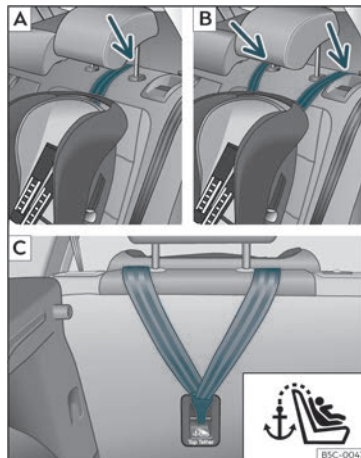
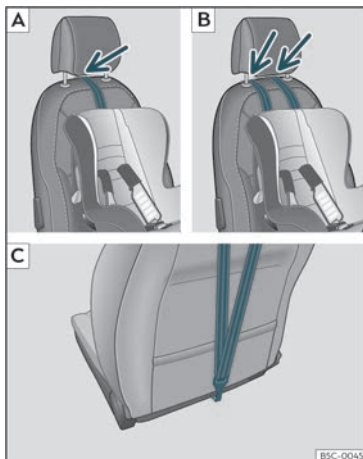

Fig. 29 Bancos traseiros: ajuste e montagem em função do cinto Top Tether.
Fig. 30 Banco dianteiro do passageiro: ajuste e montagem em função do cinto Top Tether.
cabeça se for necessário)»» **Fig. 29 [A]/[B]**, »» **Fig. 30 [A]/[B]**.
- Deslize a correia e fixe-a corretamente com a fixação da parte posterior do encosto »» **Fig. 29 [C]**, »» **Fig. 30 [C]**.